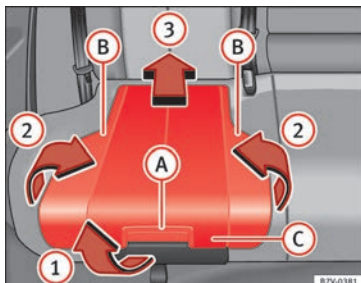

Fig. 93 Siège intégré pour enfants : lever l'assise.
- Tirez le coussin de siège vers l'avant avec le levier de déblocage » fig. 93 A dans le sens de la flèche » fig. 93 1.
- Pliez vers le haut les deux côtés » fig. 93 B, dans le sens de la flèche » fig. 93 2.
- Poussez le coussin de siège vers l'arrière » fig. 93 C dans le sens de la flèche » fig. 93 3 jusqu'à ce qu'elle s'encastre.